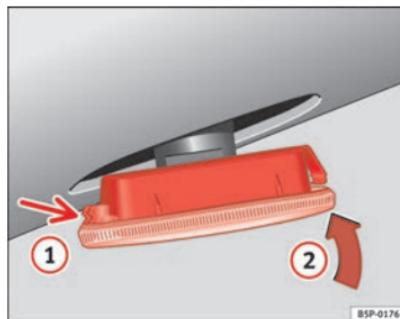

Fig. 223 Clignotant latéral
- Posez d'abord le clignotant dans le trou de la carrosserie, en emboîtant les languettes ⇒ page 296, fig. 223, flèche ①.
- Emboîtez l'ampoule comme indiqué sur la flèche ② ⇒ page 296, fig. 223. ■